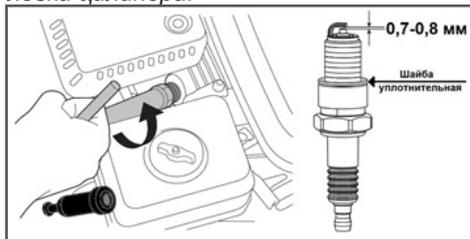

Рис. 29 Обслуживание свечи зажигания
- Снимите со свечи зажигания колпачок и удалите грязь вокруг свечи зажигания (Рис. 29).
- Измерьте зазор между электродами свечи зажигания специальным щупом. Зазор должен быть $0,7-0,8$ мм (Рис. 29). При увеличении, или уменьшении требуемого зазора, рекомендуется заменить свечу, так как регулировка зазора может привести к изменению качества искрообразования.